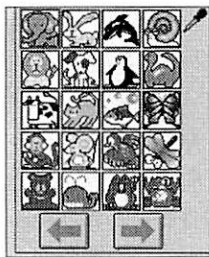
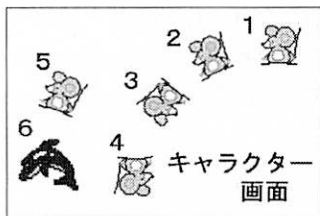

図1 キューブペイントのスタンプ
図2 キャラクター画面
生徒が作った作品を例に、もう少し詳しく見てみよう。紙面の都合で多くを紹介できないが、「危機一髪」という題のこの作品は、崖から落ちたねずみがイルカに助けられるというストーリーである。ねずみやイルカは「スタンプ」というキューブペイントに最初から用意されている画像素材を使っている（図1）。ページ作りの具体的な方法は以下のような具合である。
- ②「キャラクター画面」（図2）にねずみのスタンプをいくつか押す。（原形は図1）
- ③回転機能によって、ねずみの角度を少しずつ変える。（図2の2,3,4,5）
- ④「キャラクター画面」のねずみ（図2の2）
⑥再び「背景画面」を呼び出し、「キャラクター画面」のねずみ（図2の3）を貼り付ける。
⑧ページ「4」のイルカに乗ったねずみは、「キャラクター画面」のねずみ（図2の5）をイルカ（図2の6）の上に移動させて作る。